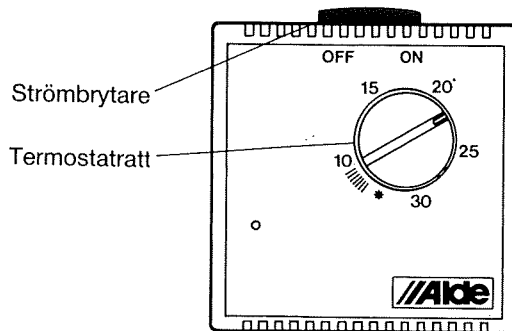

Fig. 6
- Önskad temperatur i husvagnen regleras med rumstermostaten, fig 6.
- Ställ in önskad rumstemperatur med rumstermostaten, fig 6.